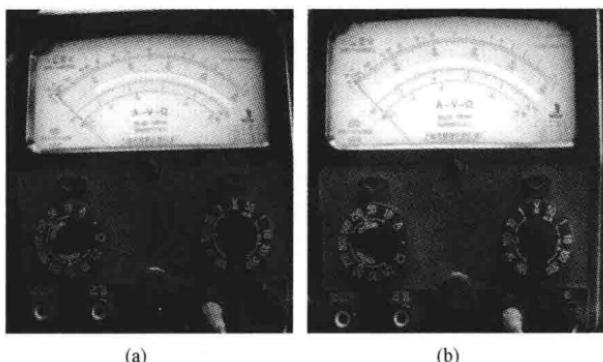

图 4-46 测量稳压管
(2) 再取另一块万用表右边的转换开关置于“V”挡，左边的转换开关置于电压挡 10V 或 50V（根据稳压值）上，如图 4-46 (a)、图 4-46 (b) 所示。